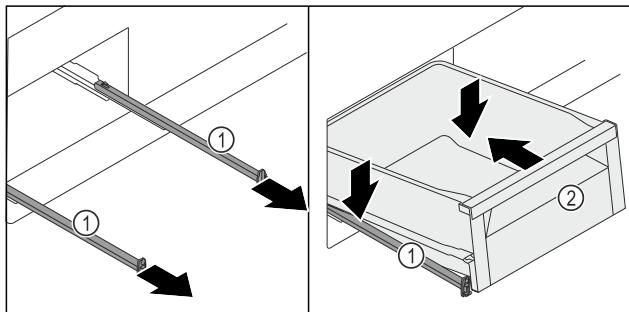

Fig. 126
- Витягніть рейки Fig. 126 (1).
- Міцно тримаючи рейки Fig. 126 (1), установіть висувний ящик Fig. 126 (2) зверху під кутом на рейки Fig. 126 (1).
- Всуньте висувний ящик Fig. 126 (2) на рейках Fig. 126 (1) до упору назад.